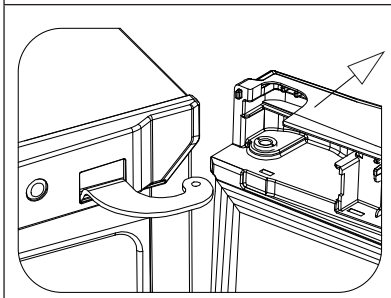
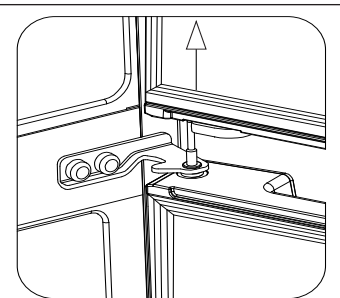

Рисунок 4
Рисунок 5
4. Сдвиньте дверь из-под верхнего кронштейна (см. рисунок 4) и снимите ее с оси среднего кронштейна (см. рисунок 5).